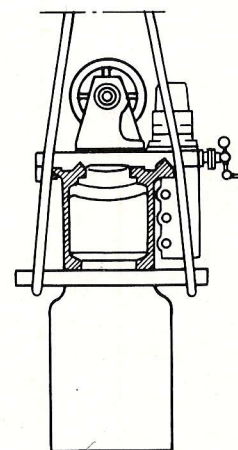
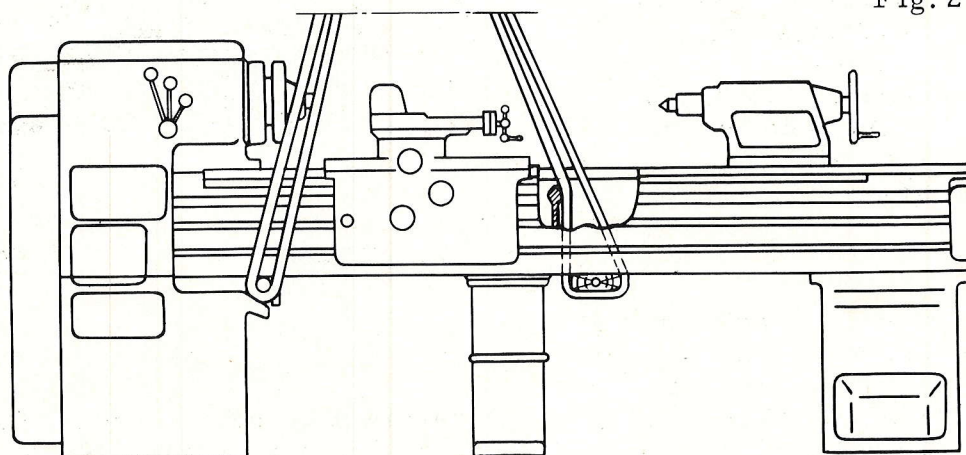

Fig. 2
Fig. 3
- b. Maskiner med en mellanfot, placera stropparna enligt fig. 3.
Placera högra lyftstroppen såsom i fig. 3. Träd den massiva stången \varnothing 40 mm genom ett hål i bädden så att den vänstra lyftstroppen kan kopplas på stångens ändar (se fig. 2).